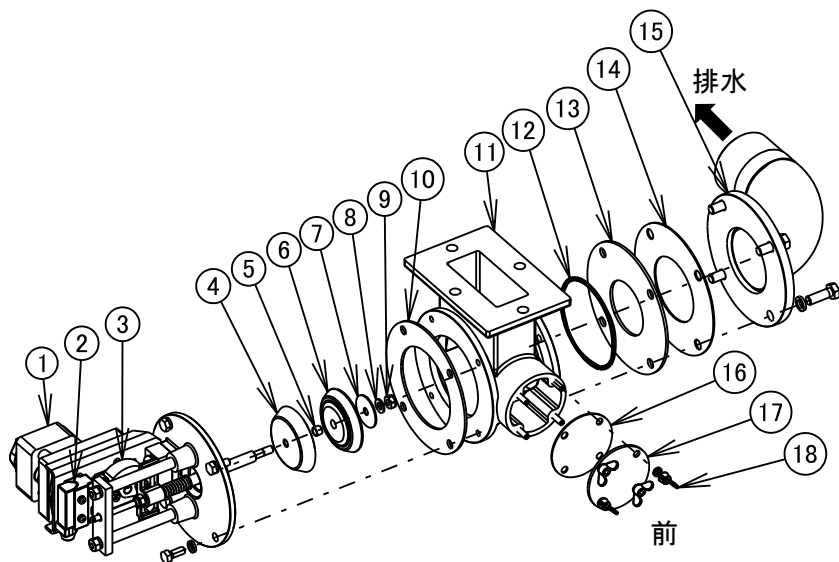

図8-14
排水弁 (図8-14)
4) 排水弁補助弁の交換(図8-14)
- ・ ①モータと②リミットスイッチのケーブルコネクタを外します。①モータアース線を外します。
- ・ ボルト(M8)を緩めて①～⑩一体品を取り外します。
- ・ ⑩U ナット(M8)を緩めて⑤～⑧弁部をシャフトから取り外します。
- ・ ⑥排水弁補助弁の中央にはまっている⑤排水弁スペーサを取り外し新しい⑥排水弁補助弁に取り付けます。
- ・ ⑤～⑧弁部をシャフトに逆の手順で組み付けます。
- ・ ①～⑩一体品をボルト(M8)で組み付けます。
- ・ ①モータと②リミットスイッチのケーブルコネクタ及び、①モータアース線を元の通に接続します。
- ・ ③排水弁マイクロカムの回転方向と排水弁の動作確認を行うこと。